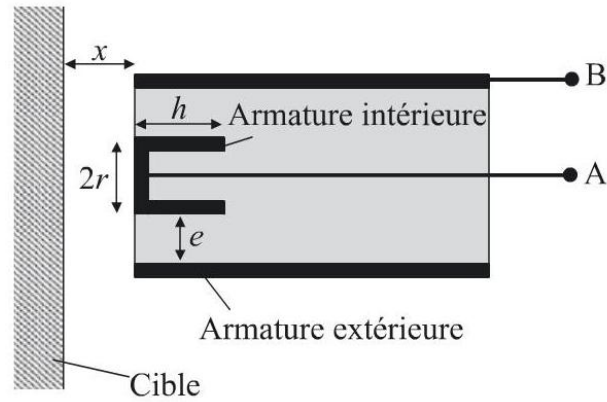

Figure 7 : Géométrie du capteur.
3. Soit s la surface de l'électrode active en regard de la cible et $s' = 2\pi r h$ la surface en regard de l'électrode intérieure (figure 7). Le milieu ambiant est supposé de permittivité égale à celle du vide soit ϵ_0 . Donner en première